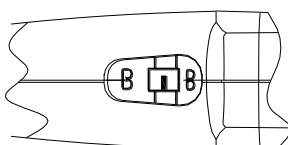

Рисунок 4
3. Поверните регулировочную гайку, расположенную в задней части степлера, против часовой стрелки, чтобы расширить зазор между скобообразующей наковальней и кассетой, чтобы обеспечить полное покрытие сшиваемой области. Затяните шовный материал сбоку кассеты и перевяжите его на прокалывающем стержне, убедившись, что все ткани покрыты кассетой. Затем затяните шов со стороны скобообразующей наковальни и перевяжите шовный материал на трубке пружины, убедившись, что все ткани охватываются скобообразующей наковальней, как показано на рис. 3 и рис. 4. Для облегчения наложения кисетного шва можно использовать соответствующий стержень, расположенный сбоку скобообразующей наковальни. Вставьте стержень для кисетного шва в трубку пружины скобообразующей наковальни, поместите наковальню в сторону сшиваемой ткани, выполните кисетный шов вокруг трубки пружины и зажмите ее пинцетом, чтобы извлечь стержень.